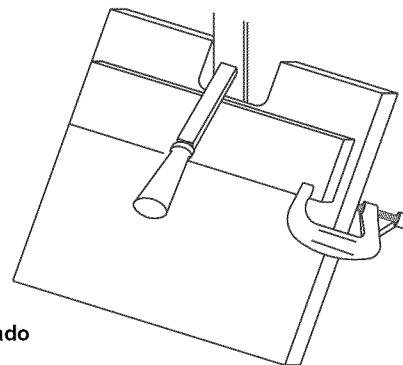

Figura 7 - Afilar
Refiérase a la Figura 7.
- Con una abrazadera C, adjunte la pieza auxiliar de madera a la mesa. Actúa como soporte cuando se está afilando (vea la Figura 7).